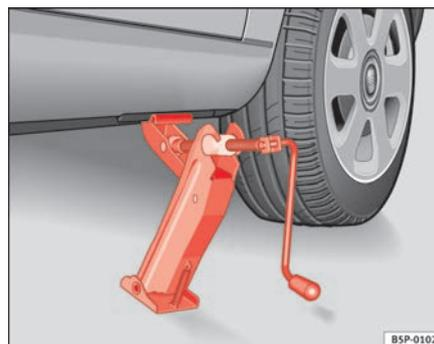

Fig. 172 Colocação do macaco
- Ajustar o macaco de modo a que a respectiva garra envolva o perfil da longarina inferior e a base móvel fique totalmente assente no chão ⇒ página 258, fig. 172.